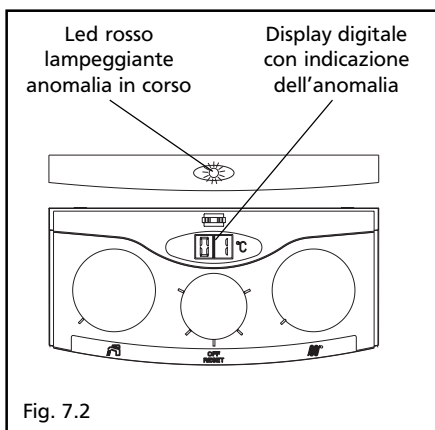

Fig. 7.2
- con **led rosso lampeggiante** (fig. 7.2) un'anomalia di funzionamento.